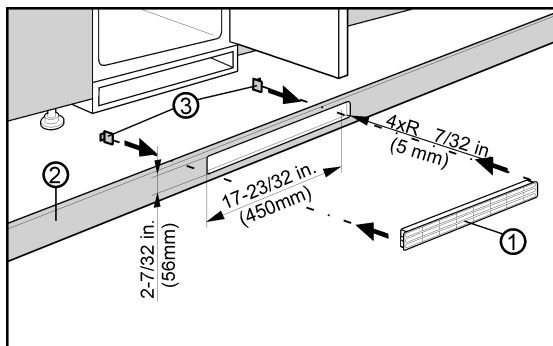

Fig. 8
La ventilación inferior a través del fondo del mueble de cocina se puede practicar con la rejilla de aire Fig. 8 (3) suministrada o mediante un orificio de ventilación con un área de sección transversal de al menos 31 in² (200 cm²). Si utiliza la rejilla de aire Fig. 8 (1) suministrada, proceda de la siguiente manera:
- Instale la rejilla de aire Fig. 8 (1) en el hueco del fondo del mueble de cocina Fig. 8 (2).
- Inserte los conectores de resorte Fig. 8 (3) por detrás en la rejilla hasta que los ganchos toquen el fondo del mueble de cocina.